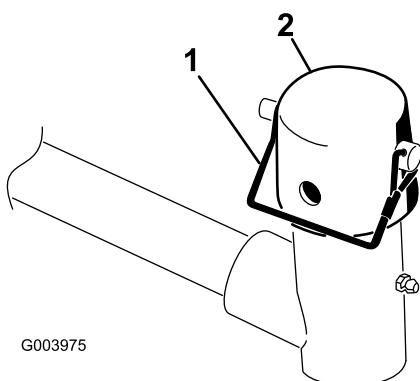

图10
7. 从提升臂轴枢上拆下锁扣销和中心盖（图10）。
11. 使用锁扣销将中心盖和承载架轴固定到提升臂轴。如果需要可偏转的滚刀组，可使用槽；如果需要滚刀组锁定到位，可使用孔（图10）。